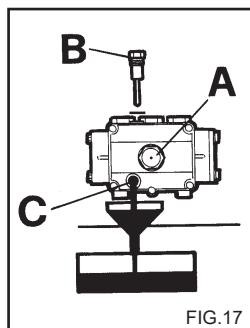

FIG.17
Периодически контролируйте уровень масла в насосе высокого давления через индикатор, рис. 17А или при помощи щупа контроля уровня, рис. 17 В.
- 2) Отвинтите пробку с щупом контроля уровня (fig. 17).